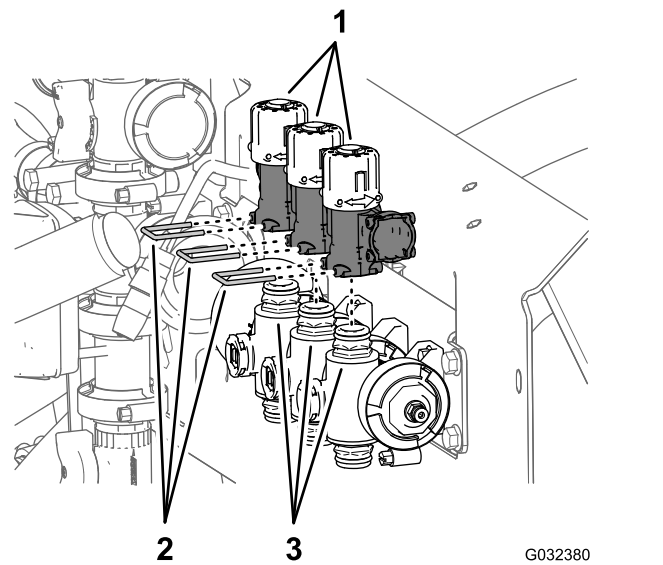

Figura 57
1. Rimuovete i 3 fermi che fissano le 3 valvole di bypass alle 3 valvole del collettore (Figura 57).
2. Sollevate le valvole di bypass dai 3 accoppiatori rapidi delle valvole del collettore (Figura 57).